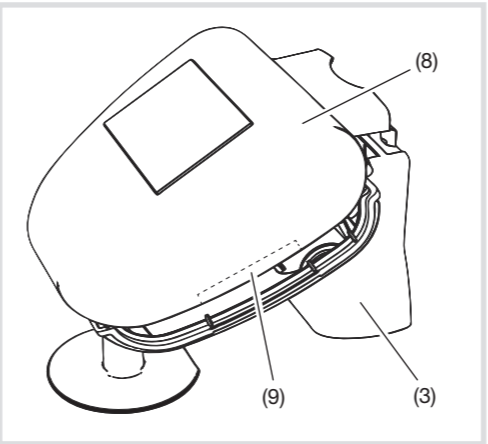

Bilde 5: Vegg- (venstre)/mastfeste (høyre)
- Montering på en loddrett vegg (bilde 2) eller en mast (bilde 5, til høyre)
- ved veggmontering ligger den flate siden mot veggen og det sigdformede mellomstykket (7) peker oppover (bilde 5, til venstre).
- ved mastmontering ligger den buede siden an mot masten og det sigdformede mellomstykket (7) peker nedover (bilde 5, til høyre).